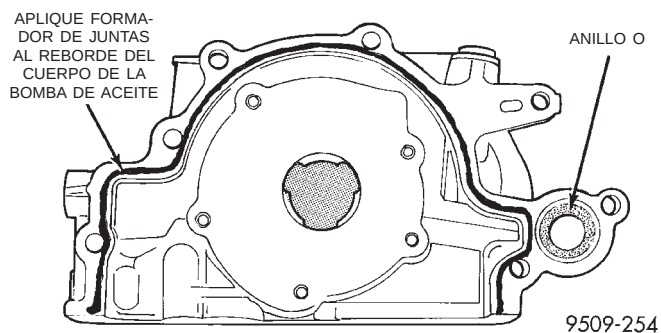

Fig. 111 Sellado de la bomba de aceite
- (1) Asegúrese de que todas las superficies estén limpias y libres de aceite y tierra.
- (2) Aplique formador de juntas de Mopar®, Mopar® Gasket Maker, en la bomba de aceite, tal como se muestra en la (Fig. 111). Instale el anillo de aceite en el conducto de descarga del cuerpo de la bomba de aceite.
- (3) Cebe la bomba de aceite antes de la instalación.
- (4) Alinee las superficies del rotor de la bomba de aceite con las superficies del cigüeñal cuando instale la bomba de aceite en el bloque.